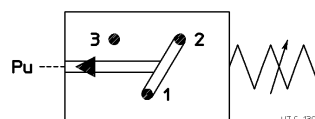

fig. 1
* Carico massimo sui contatti 5V - 250V ~, per il collegamento elettrico ved. fig.1
The independent cooling unit includes (see fig. 1):